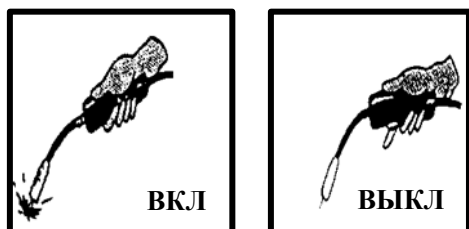

Рис.11
- Во время работы при нажатии на переключатель сварочной горелки ток поступает в горелку и начинается подача проволоки, при отпускании переключателя сварка прекращается. Контроль за сварочным током и напряжением осуществляется с помощью ручки сварочного тока и напряжения, как показано на **Рис. 11**.